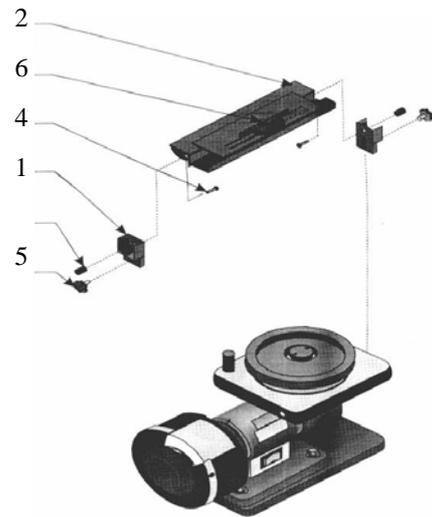

Рис.1
Порядок сборки: смотри Рис.1
1. Установите приспособление (2, Рис.1) для заточки лезвий под требуемым углом с помощью кнопки (3, Рис.1).
2. Выберите требуемый угол заточки с помощью шкалы (35).
3. Налейте воду в ресивер (36) и установите его над мокрым колесом (37).
4. Установите водяной клапан(38) в такое положение, чтобы маленькая струйка текла на вращающееся колесо.